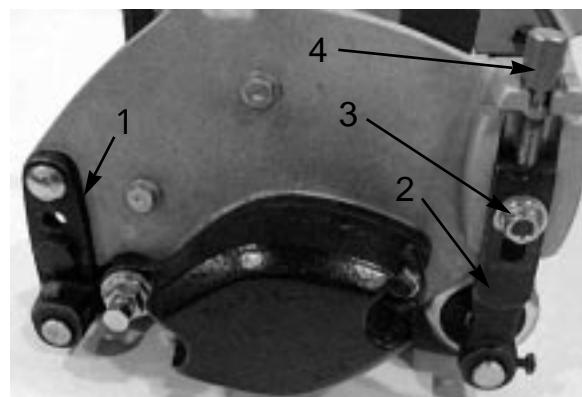

図 18
1. 使用する刈り高範囲に合わせて後ローラ・プラケット（図18）の取り付け位置を変更する：
3. 刈り高アームをカッティングユニットのサイド・ブレードに固定しているロックナットをゆるめる（図18）。